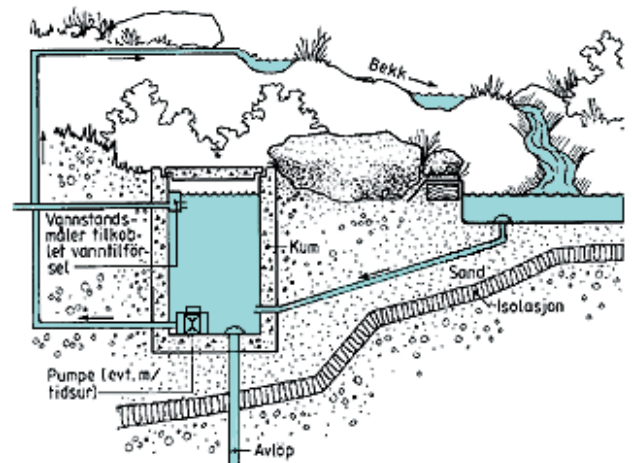

Fig. 555
- 555 *Vannbasseng og pumpeutstyr.* Ved et grunt basseng med en rolig, dekorativ vannflate vil stemningen brytes hvis det plasseres mye utstyr på bunnen. Pumper, flottører, tidsbrytere o.l. kan i stedet legges skjult i en kum ved siden av bassenget, se fig. 555.